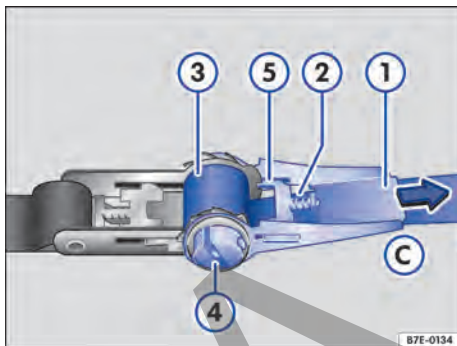

Fig. 127 Apretar la cinta con carraca.
2. Presione el seguro → Fig. 127 ② hacia fuera.
3. Mueva la palanca → Fig. 127 ① a la posición ③ hasta que el seguro ② encastre en la posición final ⑤. El eje ranurado ④ está desbloqueado.